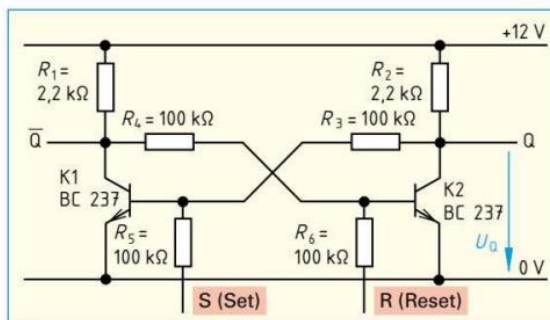

Bild 1: Bistabile Kippschaltung mit Transistoren
- Bistabile Kippschaltung (**Bild 1**)